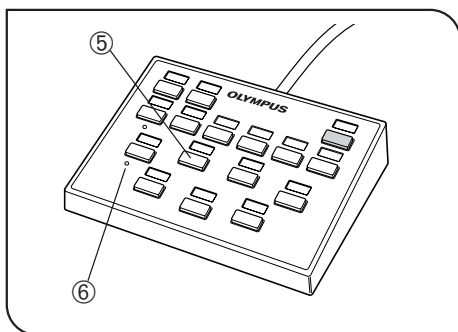

Abb. 4
Wird die Objektivwahlknopf für das gewünschte Objektiv ⑤ gedrückt, so wird das der Tastennummer entsprechende Objektiv direkt in den Strahlengang eingeschwenkt. (Abb. 4)
⊙ Die Erhöhung ⑥ zum Auffinden der Objektivwahlknopf befindet sich unter der Wahlknopf ①. (Abb. 4)